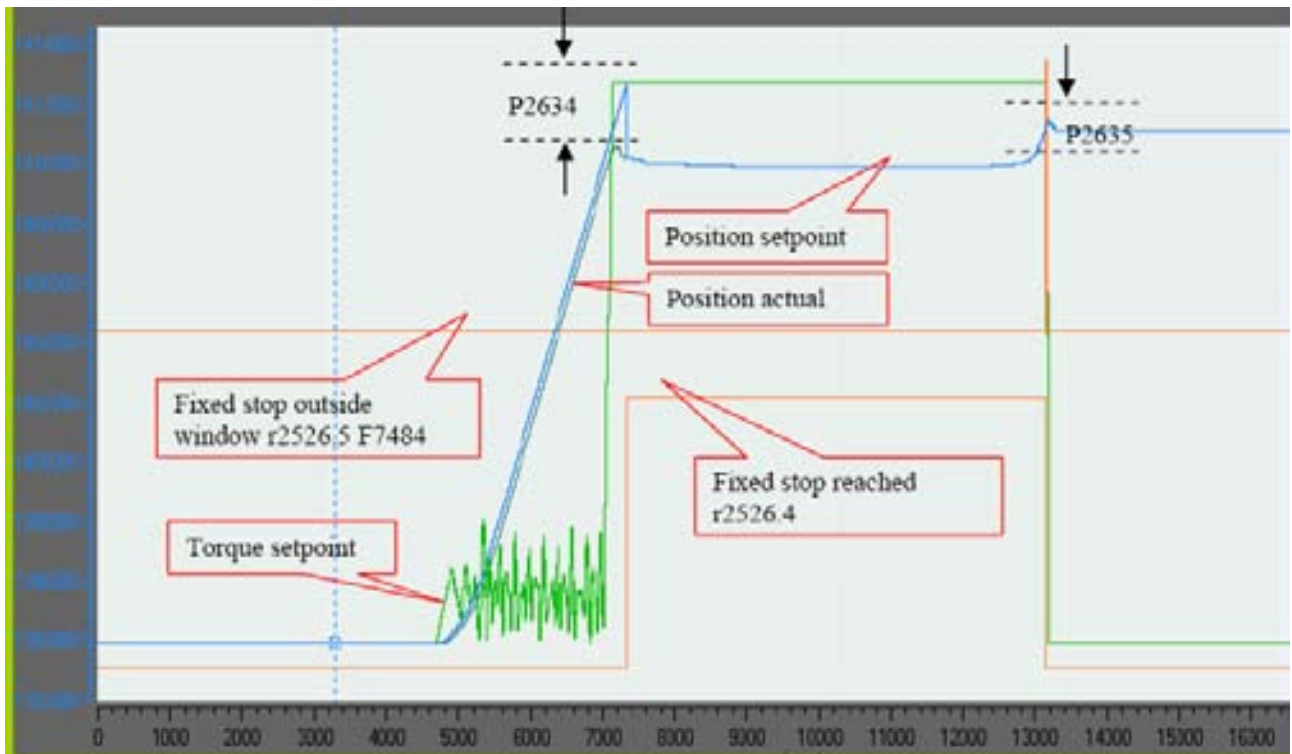

图 81. FIXED_ENDSTOP 运行过程“Trace”曲线
- P2635: 在达到 FIXED ENDSTOP 状态之后, 如果位置实际值的波动超过 p2635 规定的范围, 则退出 FIXED ENDSTOP 状态并报 F7484 故障 (Fixed stop outside the monitoring window)。如果在达到 p2617 设定的目标位置之后, 还没有达到 FIXED ENDSTOP 状态, 则轴会报故障 F7485(Fixed stop not reached) 和 F7490(Enable signal withdraw while traversing), Fixed endstop 运行过程如图 81 所示所: